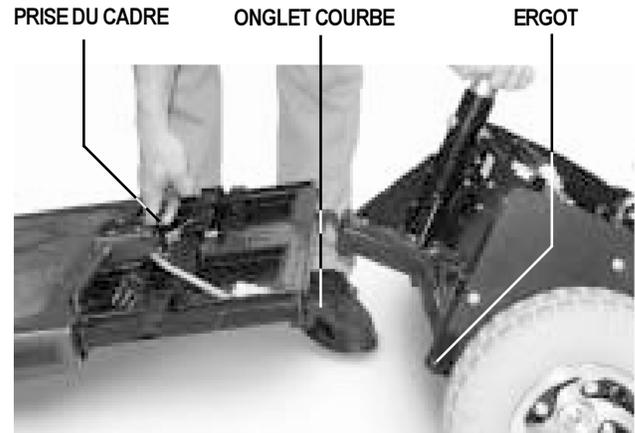

Figure 23. Séparation Des Sections
10. Tout en tenant le levier vers l'arrière, tirez sur la prise du cadre et poussez le mât du siège vers l'arrière. Les sections se sépareront. Voir la figure 23.
1. Placez les sections tel que montré dans la figure 23.